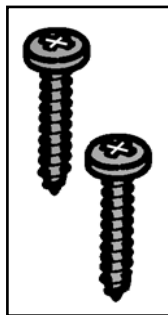

Fig. 3
- 2 vis pour aggloméré 4,5×16 mm pour fixation avant de la conditionneuse au meuble (Fig. 3).